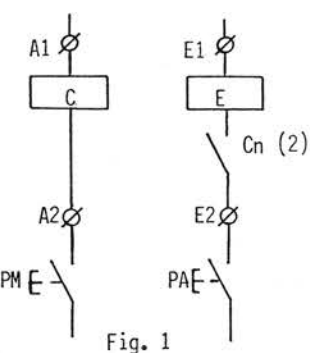

Fig. 1
1. Placer la tige (3) et le ressort (4) dans le boîtier (2) - fig. 1.
Brancher le contacteur selon le schéma de principe fig. 1 de la page précédente.
1. Teil (3) und Feder (4) an Gestell (2) befestigen - Fig. 1.
Das Schütz nach Schaltbild der Vorschrift Nr. 9305278 Fig. 1 verdrahten.